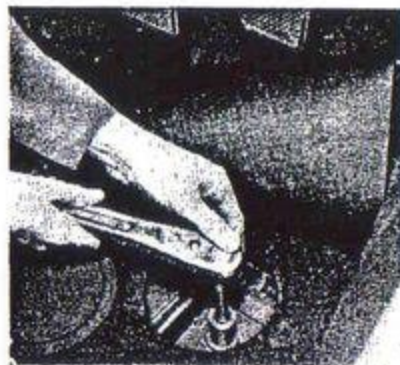

Bild 122. Demontering av påfyllningsplugg.
1. Lyft upp gummimattan bakom pedalerna och demontera luckan i durkplåten. Rengör huvudcylinderns påfyllningsplugg och demontera den med hjälp av 21 mm hylsa enligt bild 122. Fyll på bromsvätska allteftersom luftningen fortgår men var försiktig så att ej sand eller dylikt kommer in i huvudcylindern.